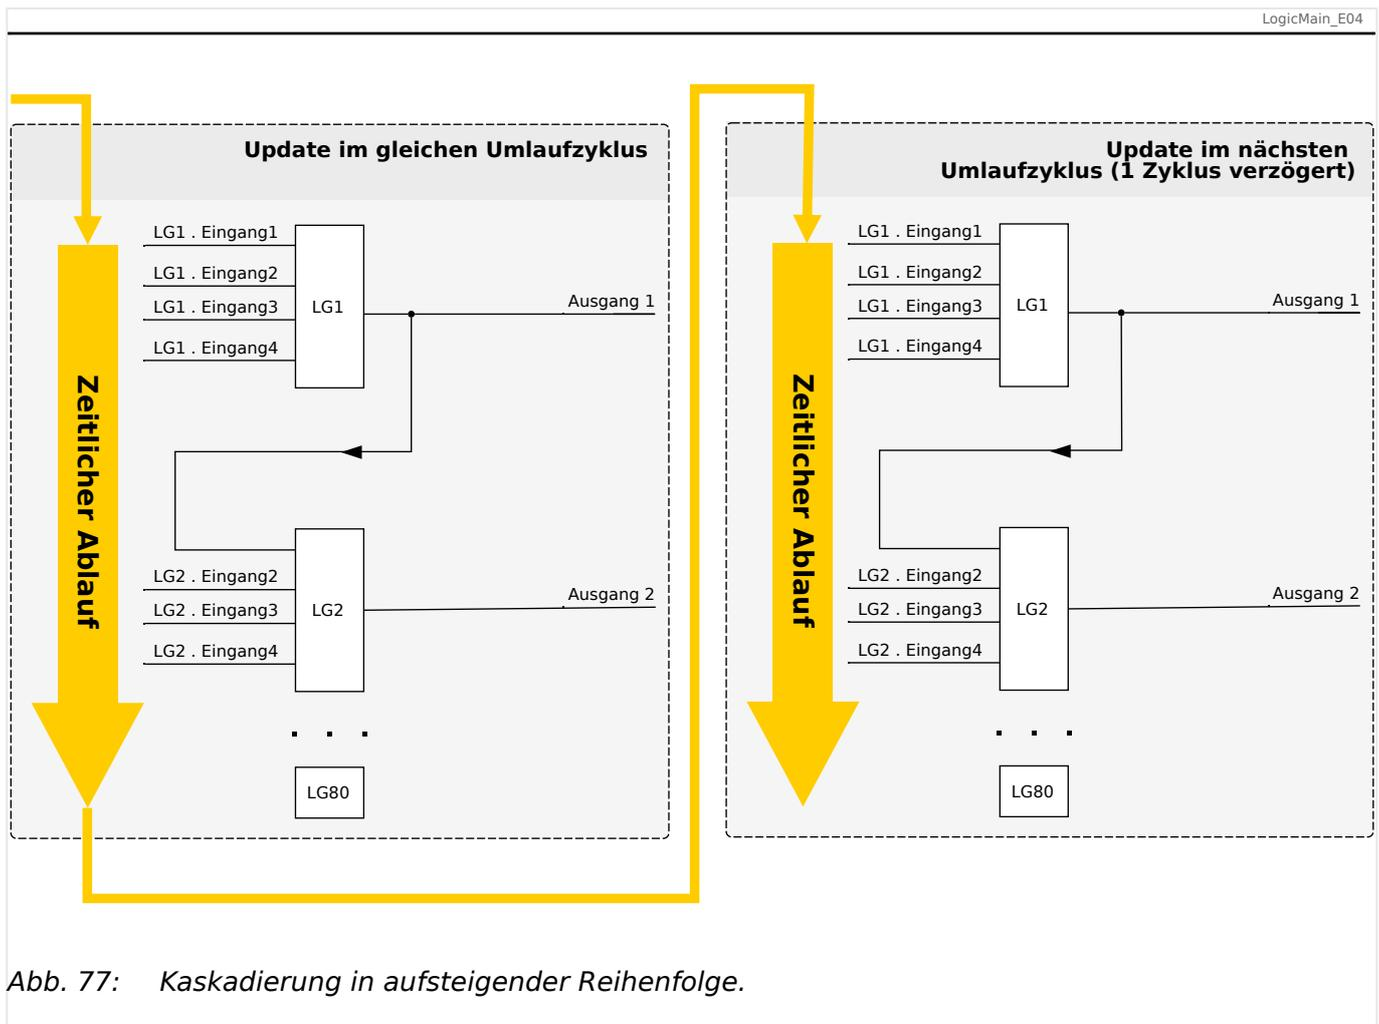
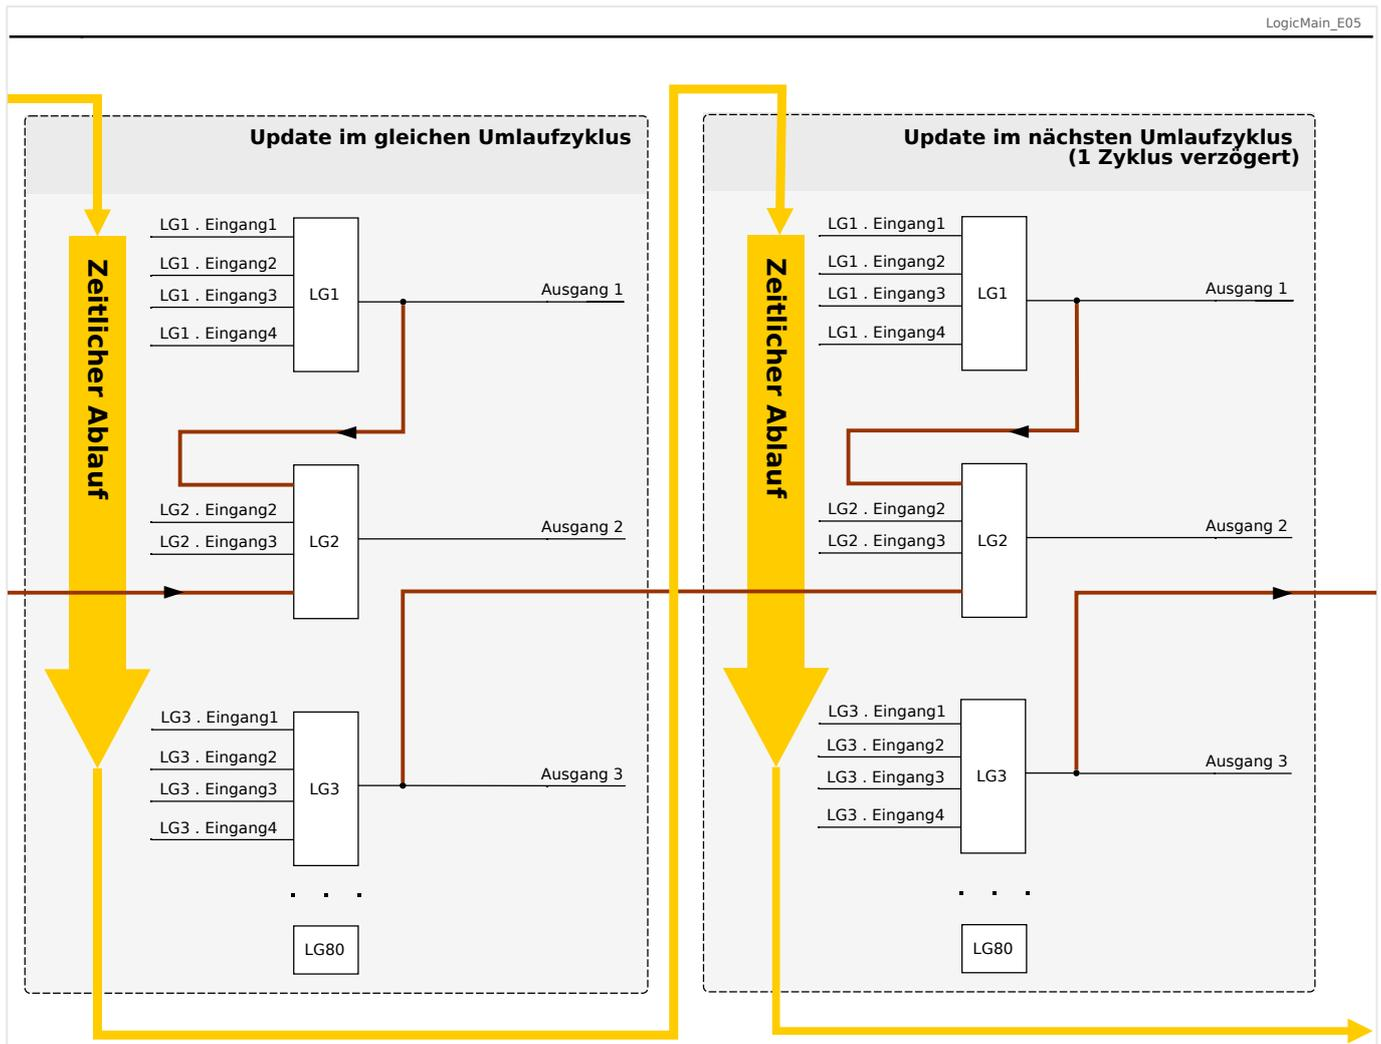

Abb. 77: Kaskadierung in aufsteigender Reihenfolge.
Abb. 78: Kaskadierung in absteigender Reihenfolge.
- Kaskadierung in **aufsteigender** Reihenfolge bedeutet, dass der Ausgang einer Logikgleichung auf den Eingang einer Logikgleichung mit **höherer** Nummer rangiert wird. Das Diagramm  Abb. 77 weiter unten zeigt ein Beispiel, bei dem der Ausgang von LG1 auf einen Eingang von LG2 rangiert wird.
- Kaskadierung in **absteigender** Reihenfolge bedeutet, dass der Ausgang einer Logikgleichung auf den Eingang einer Logikgleichung mit **niedrigerer** Nummer rangiert wird. Das Diagramm  Abb. 78 zeigt ein Beispiel, bei dem der Ausgang von LG3 auf einen Eingang von LG2 rangiert wird.
Bei der Konfiguration des Schutzgerätes bestehen keinerlei Einschränkungen oder Unterschiede zwischen aufsteigender und absteigender Reihenfolge. Da allerdings während der Laufzeit des MRU4 die Logikgleichungen in aufsteigender Reihenfolge ausgewertet werden, haben die resultierenden Ausgangswerte, die am Eingang der Logikgleichung anstehen, ein unterschiedliches „Alter“, wie in  Abb. 77 und  Abb. 78 veranschaulicht wird.
Das in Abb. 78 gezeigte Beispiel zeigt eine Konfiguration von „Logikgleichung 2“, die den Ausgang von zwei weiteren Logikgleichungen, „Logikgleichung 1“ und „Logikgleichung 3“, als Eingangszustände verwendet. Hierbei ist der Ausgang von „Logikgleichung 1“ in aufsteigender Reihenfolge verwendet, sodass der Wert in jeweils demselben Prozesszyklus ermittelt wird. Der Ausgang von „Logikgleichung 3“ wird in absteigender Reihenfolge verwendet, sodass der Wert in dem jeweils vorherigen Prozesszyklus ermittelt wurde.